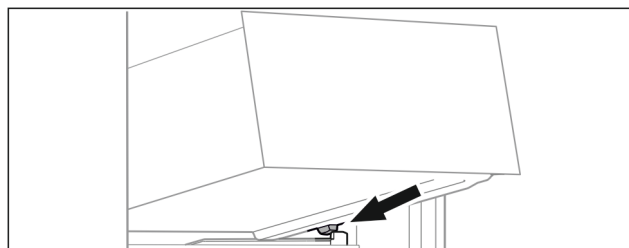

Fig. 92
- ▶ Nasadte zásuvku šikmo za zářezky na žebrování na nádoby. (viz Fig. 92)